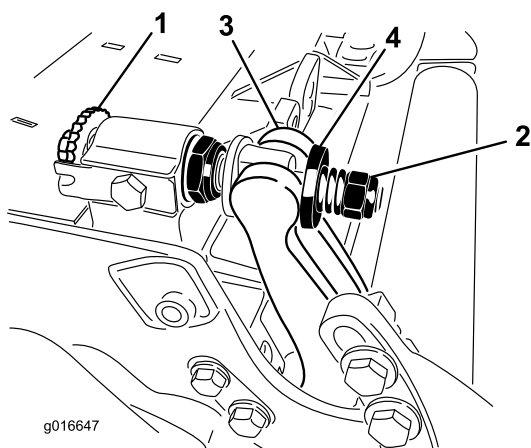

Figura 30
1. Rotii uruburile de reglare pentru bara de cadru în sens invers acelor de ceasornic pentru a îndepărta contracuitul de cilindru (Figura 30).
2. Deurubai piulia pentru tensionarea arcului până când aiba nu mai este lipită de bara de cadru (Figura 30).